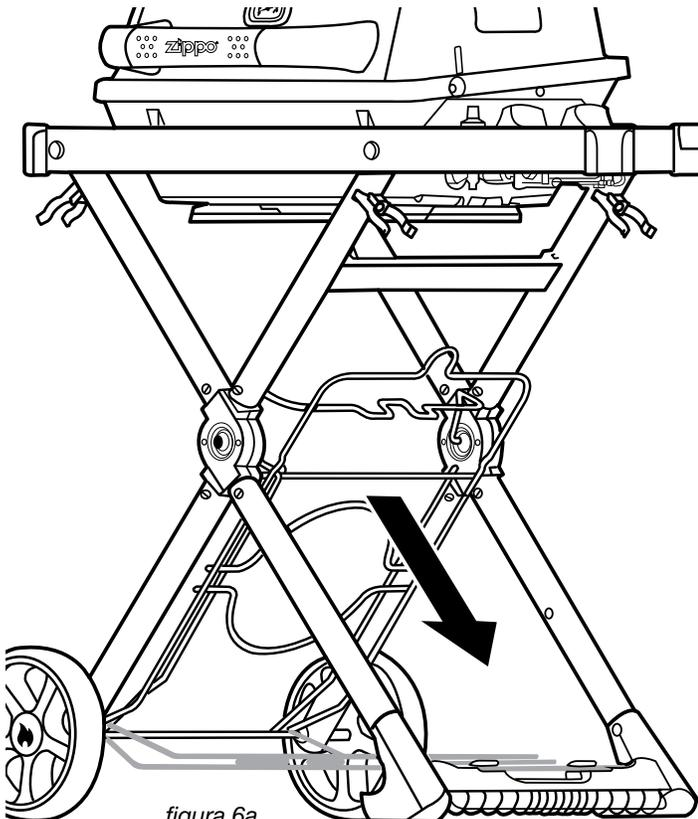
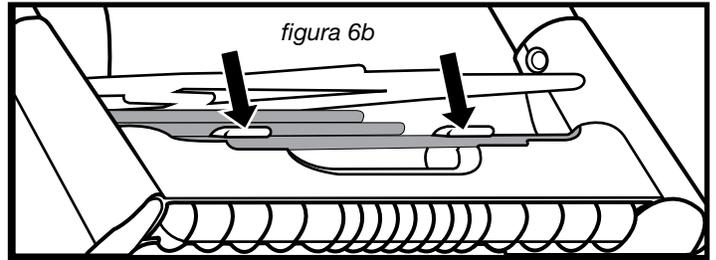

figura 6a
figura 6b
Bajar (32) a Ménsula de Soporte del Tanque como se muestra en la figura 6a. Luego trabar en (35) la Manija/ Pie como muestra la figura 6b. **IMPORTANTE:** La Ménsula (32) de Soporte del Tanque debe ser usado siempre abajo para mantener estabilidad.